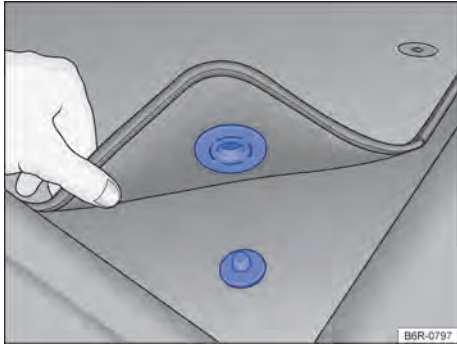

Fig. 21 Alfombra delantera del lado del conductor con fijación al perno de la alfombra.
- ✓ Acomodar bien la alfombra en la zona reposapiés del lado del conductor para que no obstruya la zona de los pedales. La alfombra delantera del lado del conductor con fijación al perno de la alfombra → fig. 21.